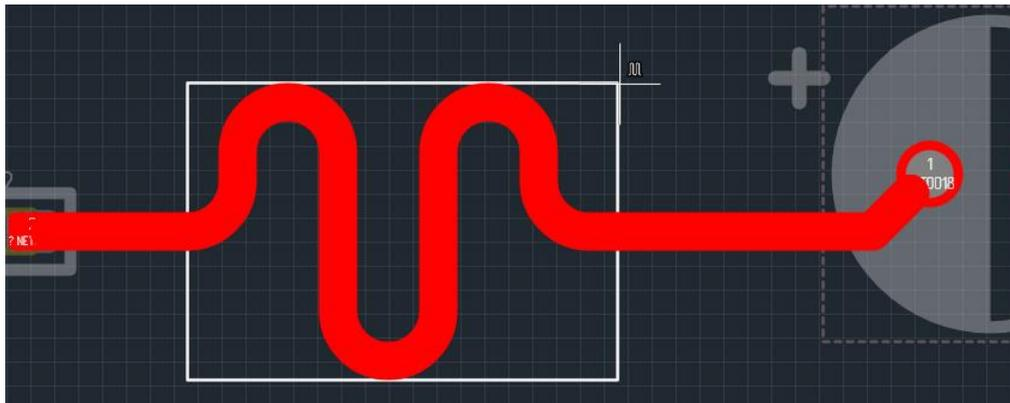

Рис. 271 Область размещения меандра
3. Переместите курсор, формируя область размещения меандра, которая обозначается прямоугольником с белыми линиями, см. Рис. 271. При перемещении курсора отображается эскиз меандра.